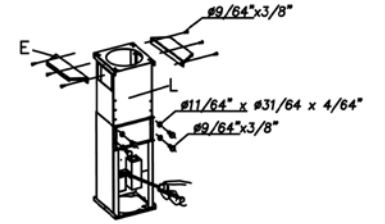
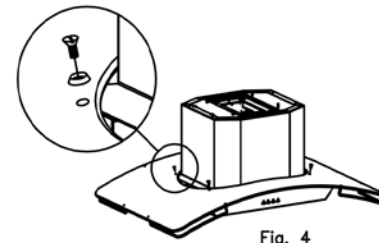

Fig. 3
Fig. 4
• Régler la longueur de la structure télescopique et fixer les deux pièces avec 8 vis et des rondelles. Tenir compte du fait que la distance minimale entre le plan de travail et la base de la hotte ne doit pas être inférieure à 22" (Fig. 3).
• Fixer la pièce à la hotte en utilisant les rondelles et les vis fournies (Fig. 4).
1. Étendre trois câbles – deux câbles d'alimentation et un câble de terre – du boîtier de branchements de la hotte jusqu'au boîtier de branchements le plus proche du lieu de l'installation. Voir Fig. 3
• **Remplacement de la lampe:** Avant de remplacer la lampe, vérifier que la hotte ne soit pas branchée. Enlever le filtre à graisse (Fig. 3) et (Fig. 4), retirer la lampe et la remplacer par une lampe ovale de 40W, puissance maximale. Remettre le filtre à graisse.
• **Nettoyage du filtre à graisse:** En fonction de l'usage au moins une fois par mois, démonter les filtres à graisse (Fig. 3) et (Fig. 4), et nettoyer à l'eau chaude et du détergent, ou utilisant le lave-vaisselle, auquel cas, il est recommandé de les placer en position verticale pour éviter le dépôt de déchets alimentaires. Après les avoir rincés et essuyés, les remettre en place en suivant les instructions de démontage à rebours.